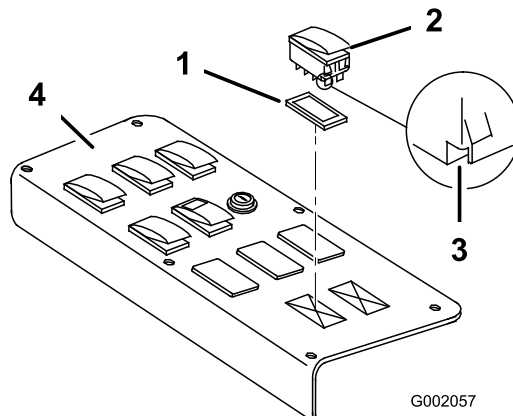
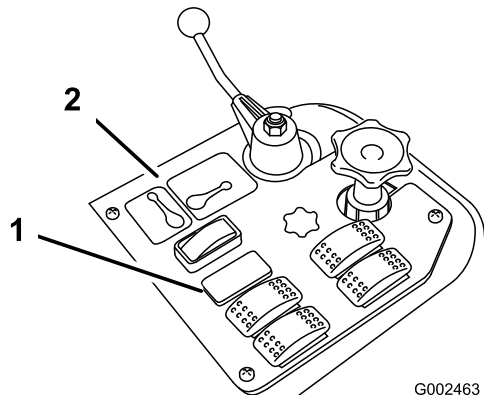

Figura 14
Figura 15
1. Remova o painel de controlo de pulverização para expor o lado inferior (Figura 14 para o 1250 e Figura 15 1200).
2. Remova o tampão na ranhura da rampa sonic a partir do painel de controlo de pulverização no veículo e instale o interruptor de oscilação fornecido no sítio (Figura 14 para o 1250 e Figura 15 1200).
Nota: Certifique-se de que a orientação do interruptor corresponde à que é mostrada em Figura 14, com o entalhe a apontar para a traseira do veículo.